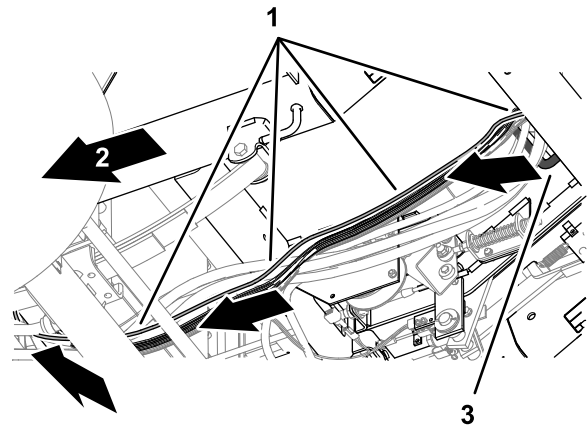

Figure 161
4. Au bas de la machine, acheminez le câble de données du modem vers l'arrière, le long du faisceau de la machine (Figure 161).